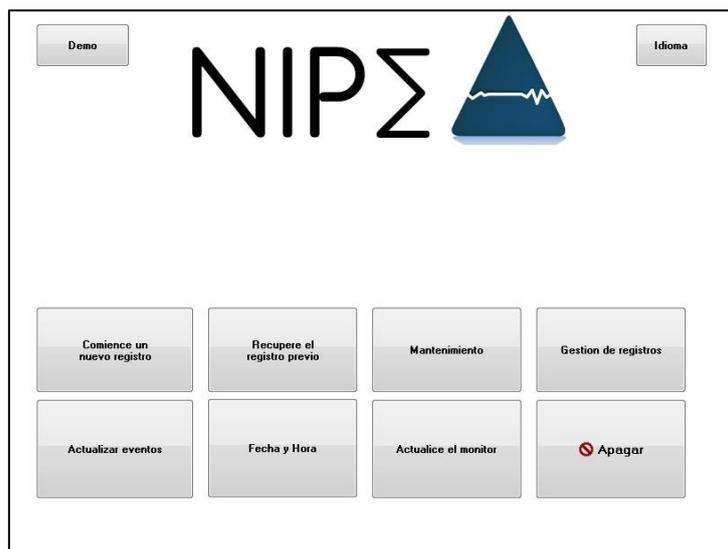

Figura 4
El monitor empezará mostrando sucesivas animaciones durante la fase de inicio. Esnonces aparecerá el menu principal (figura 4).
El usuario puede cambiar el idioma. Seleccione el botón (Idioma) situado en la esquina superior derecho (figura 4). Los diferentes idiomas se muestran en una lista (figura 5). Elige el idioma deseado y presiona (X) para quitar y seleccionar un nuevo idioma.
Las otras funciones disponibles desde el menu principal (figura 4) se presentan en los siguientes capítulos: